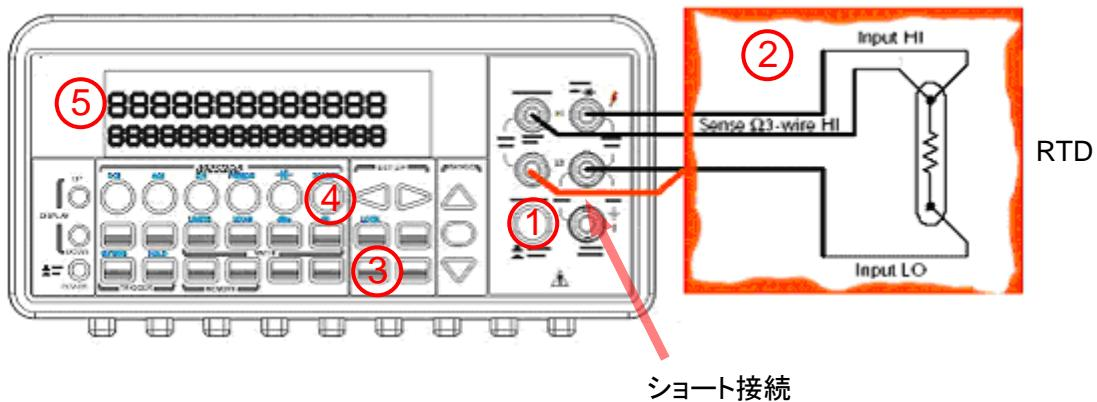

図 3-15
- ① TERMINALS スイッチを使用して前面パネルの入力端子を選択します。
- ② 図 3-15 に示すようにプラチナ RTD を接続します。
- ③ CONFIG、TEMP ボタンを押した後、△または▷ボタンを押すとディスプレイが”SENSOR”表示のときセンサー タイプを、”UNIT”表示のとき単位を、”TRANSDUCER”表示のとき測定モードを選択し ENTER ボタンを押します。それぞれについて△または▷ボタンで項目を選択し、ENTER ボタンを押して設定します。
- ④ TEMP ボタンを押します。
- ⑤ RTD を希望の位置に置き、ディスプレイ上の測定値を読み取ります。